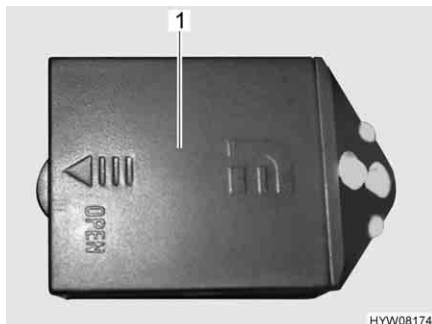

Fig. 114 Luci armadi guardaroba
- Spingere in direzione della freccia e rimuovere il coperchio (Fig. 114,1) delle luci armadi guardaroba.